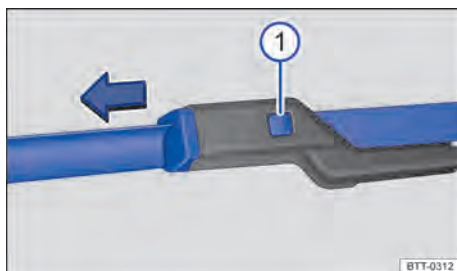

Fig. 166 Substituir as palhetas dos limpadores do para-brisa.
- Manter o botão de destravamento → Fig. 166 ① pressionado e, ao mesmo tempo, retirar a palheta do limpador do para-brisa no sentido da seta.